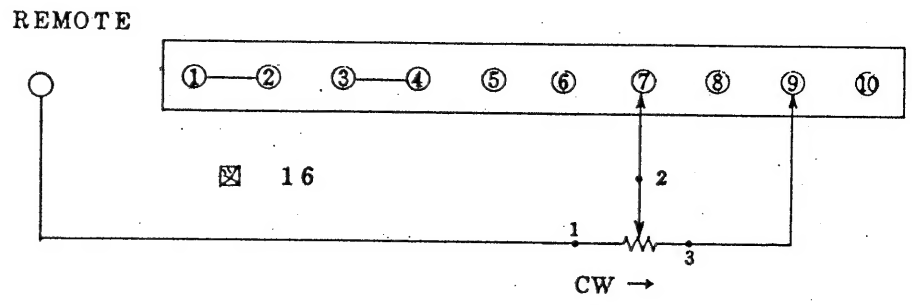

図 16
- 1) 図 16 の様に可変抵抗器を接続します。この場合可変抵抗器は 1.5 kΩ のものを使用して下さい。